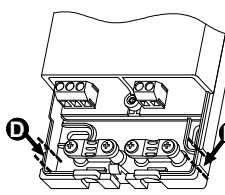

Fig. 4
Ingresso cavi laterale: Eliminare con una pinza adatta i denti in plastica, come indicato dalle frecce in (D) di Fig. 4.